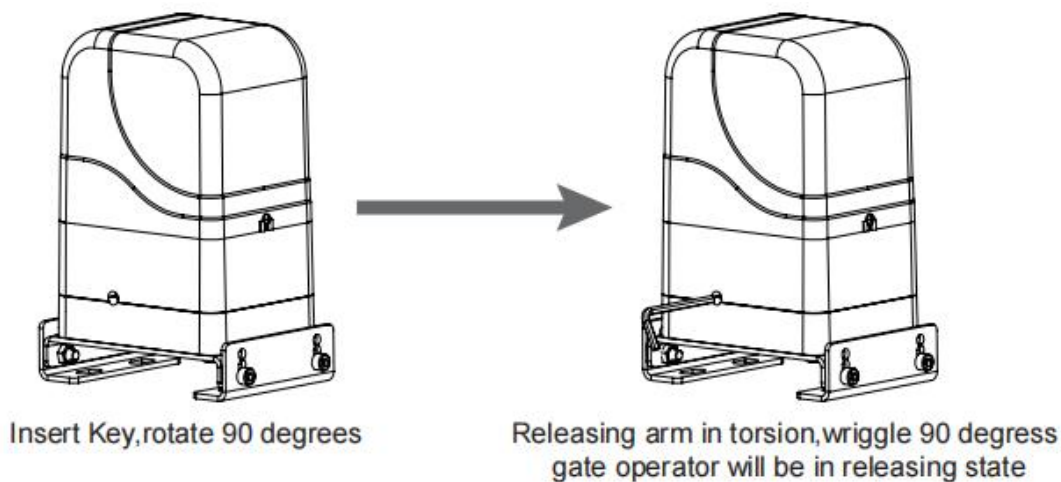

Fig 9
1.Korišćenjem isporučenog ključa otključajte ručno premošćavanje i izvucite ručicu ručnog premošćavanja (vidi Fig 9) zatim ručno zatvorite kapiju.